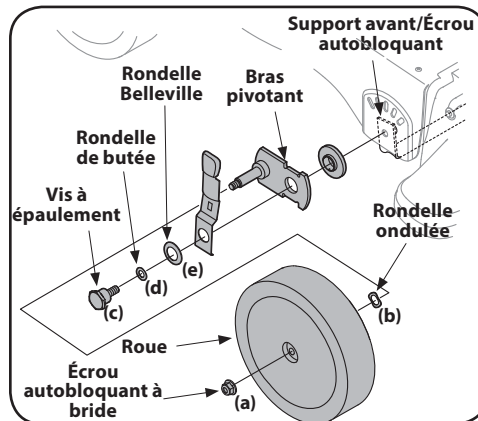

Figure 4-8
- Retirez les écrous autobloquants à bride (a), les roues avant et les rondelles ondulées (b) qui fixent les bras pivotants. Voir Figure 4-8.